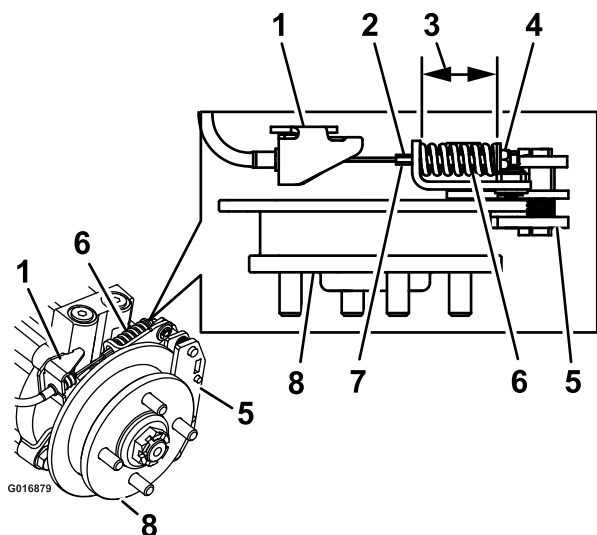

Figure 74
9. Maintenez l'extrémité de la tige filetée avec un outil et ajustez le contre-écrou jusqu'à ce que la longueur du ressort se situe entre 3,8 et 4 cm (1-1/2 et 1-9/16 po) (Figure 74). Le câble ne doit pas tourner quand les écrous sont desserrés.